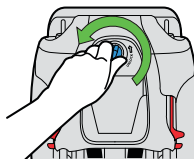

Figure 21
- Tournez le verrou du panneau d'accès vers la gauche et tirez pour l'enlever, tel qu'illustré dans la **Figure 21**.